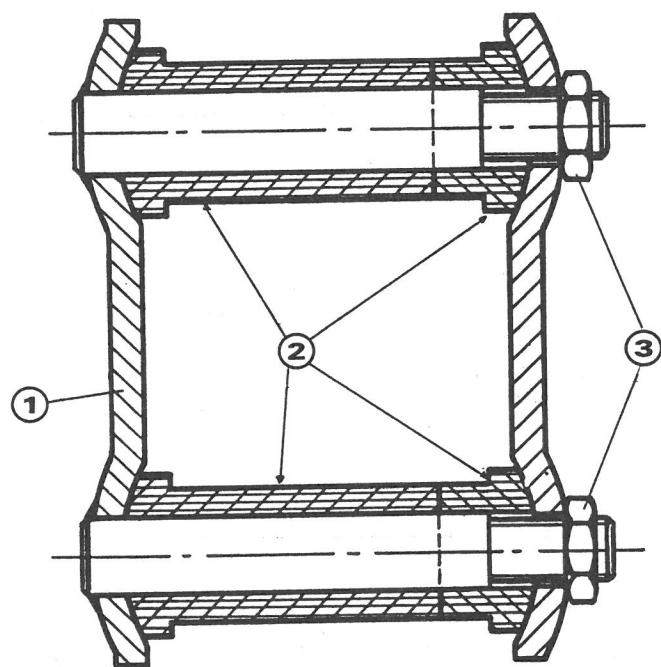

Fig. 4
3° Remontage des deux jumelles (1) en respectant le sens de montage des silentblocs coupés (2) (fig. 4) :